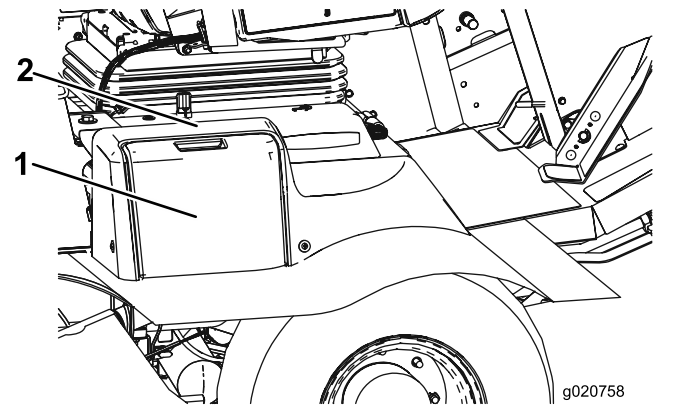

Figura 97
1. Abra la tapa de la batería, situada en el lado de la cubierta (Figura 97).
Nota: Presione hacia abajo sobre la superficie plana situada encima de la tapa de la batería para facilitar la apertura de la tapa (Figura 97).